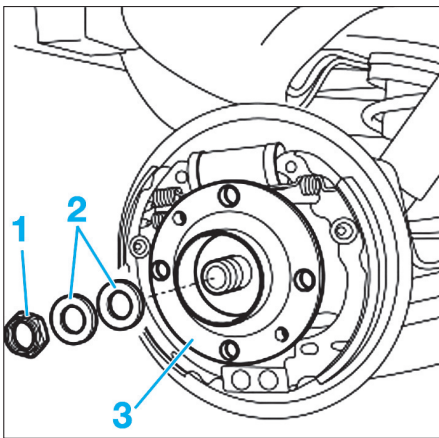

Fig. 32
- Déposer l'écrou de fixation (1) et les entretoises (2) (Fig.32).